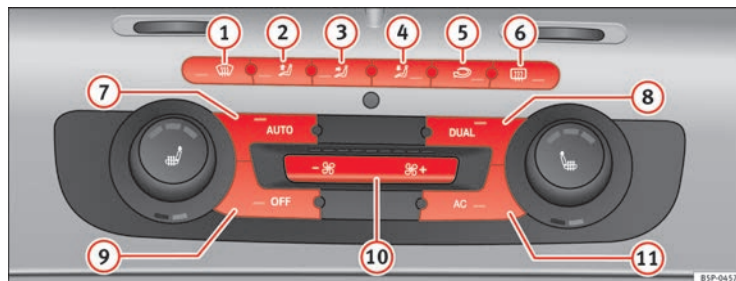

Abb. 131 In der Instrumententafel: Bedienelemente 2C-Climatronic
⇒ Abb. 131 ⑨ bzw. ⑪.
- Die Taste  drücken ⇒ **Seite 166, Abb. 131**. Am Display des Radios wird „AUTO High“ angezeigt (hohe Gebläsestufe).
- Erneut die Taste  drücken ⇒ **Seite 166, Abb. 131**. Am Display des Radios wird „AUTO Low“ angezeigt (niedrige Gebläsestufe).